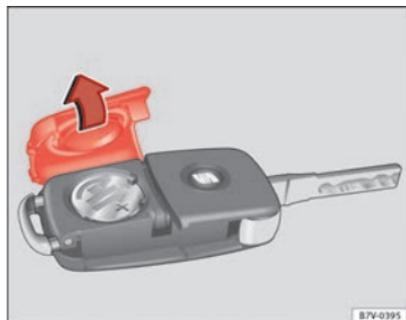

Fig. 15 Llave del vehículo: tapa del compartimento para la pila.
- Retire la tapa de la parte trasera de la llave del vehículo ⇒ fig. 15 en la dirección de la flecha ⇒ ①.
- Coloque la tapa en la carcasa de la llave del vehículo, presionándola tal como se muestra ⇒ fig. 15, en sentido contrario a la flecha, hasta que encaste.